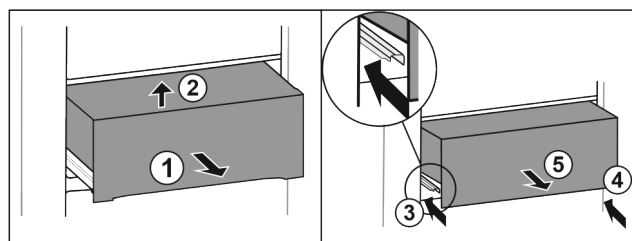

Fig. 38*
- ▶ Schuiflade er half uitschuiven Fig. 38 (1).*
- ▶ Aan voorzijde optillen Fig. 38 (2).*
- ▶ Linker rail erin schuiven Fig. 38 (3).*
- ▶ Rechter rail erin schuiven Fig. 38 (4).*
- ▶ Lade er naar voren uitnemen Fig. 38 (5).*